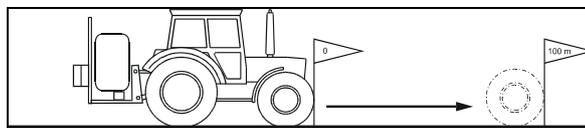

Рис. 4
2. Отметьте начальную и конечную точки (Рис. 4).